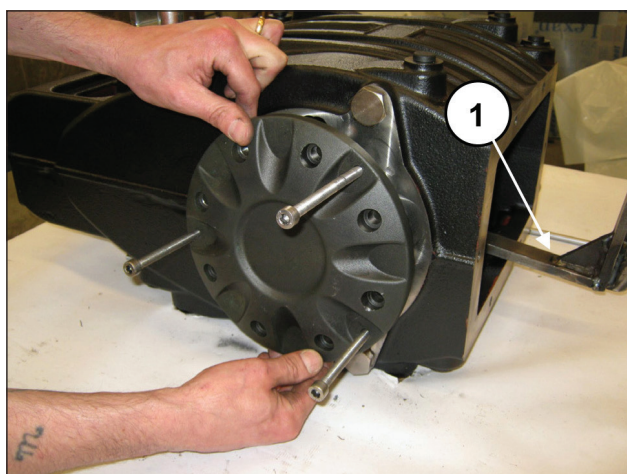

图 30
一边支撑着轴, 一边拆除轴承盖, 以免损坏 (①, 图 30)。